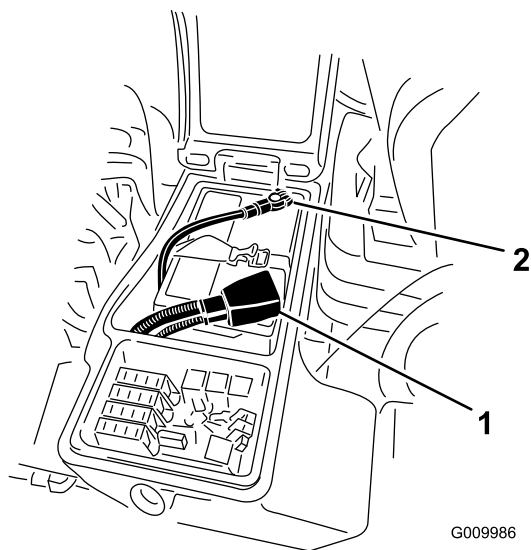

Figure 54
3. Débranchez le câble négatif (noir) de la borne négative (-) et le câble positif (rouge) de la borne positive (+) de la batterie (Figure 54).
6. Raccordez le câble positif (rouge) de la batterie à la borne positive (+) et le câble négatif (noir) à la borne négative (-) (Figure 54).